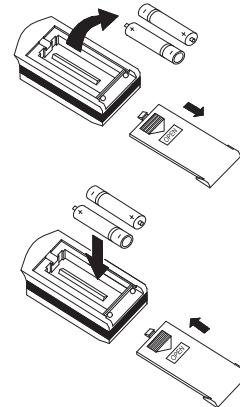

Рис. 5.2
- Для извлечения батареек, при замене, необходимо сдвинуть крышку пульта управления в направлении стрелки (см. рисунок 5.2) извлечь батареек и установить новые.